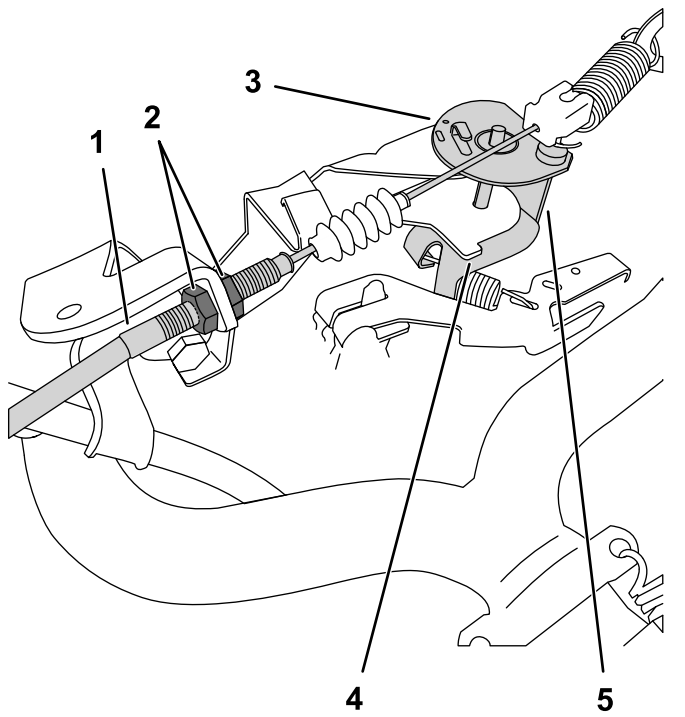

図 39
3. ローアイドルを高くするには、スロットルケーブルの前側のジャムナットをゆるめて後ジャムナットを締める 図 39。